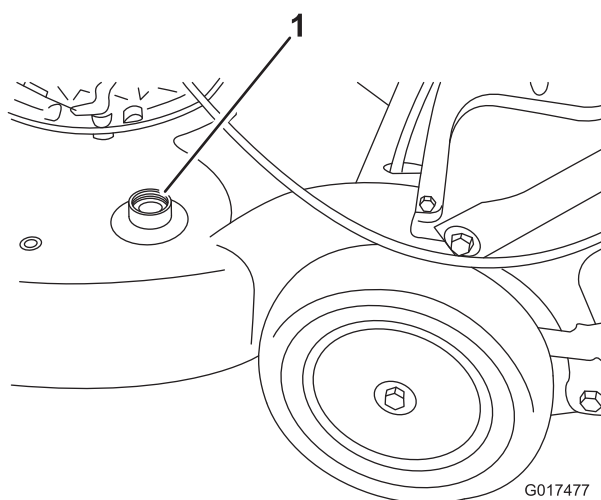

Figura 33
4. Conecte una manguera de jardín que esté conectada a un grifo al orificio de lavado de la máquina (Figura 33).